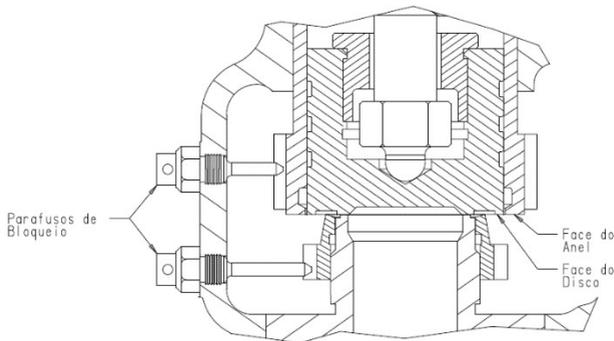

Figura 11
7.5.8 Posicione a anel de regulagem superior (10) de modo que a face inferior fique no mesmo nível da face do disco (09) (Figura 11).